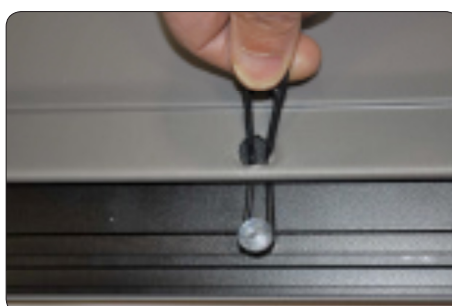

Fig. 6
Legen Sie den Rahmen mit den beweglichen Befestigungen nach oben. Legen Sie das Tuch (I) auf den Rahmen mit der Projektionsoberfläche nach unten, ohne diese zu verschmutzen. Stecken Sie die Zinkstangen (H) in die dafür gedachten Taschen am Rand des Tuchs (siehe Fig. 1). Hängen Sie die Gummibänder (G) an die Schieber des Rahmens (siehe Fig. 6).